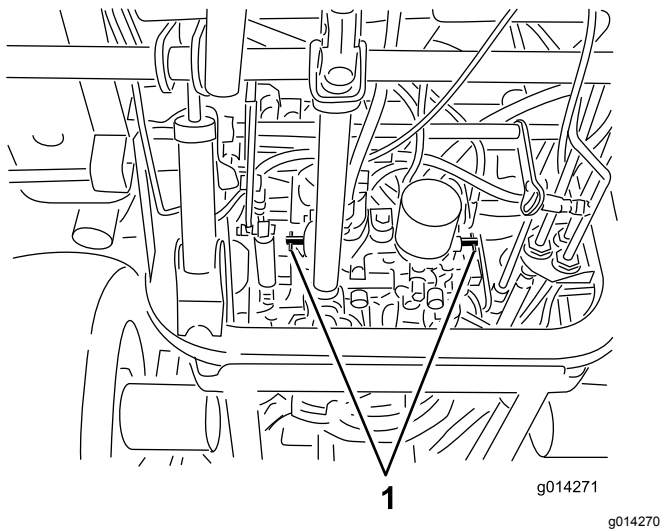

Figure 26
4. Tournez chaque vanne de dérivation d'un tour dans le sens anti-horaire (Figure 26).
1. Tournez chaque vanne de dérivation d'un tour dans le sens horaire et serrez-les à la main (Figure 26).
2. Serrez les vannes à 8 N·m approximativement, comme montré à la Figure 26.